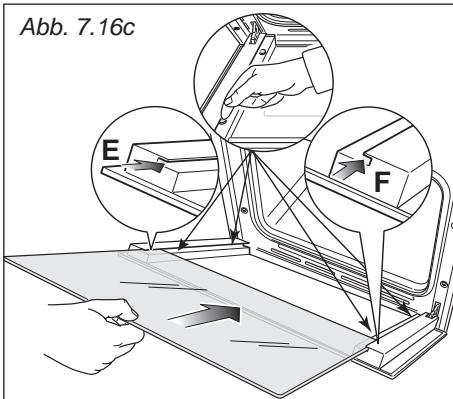
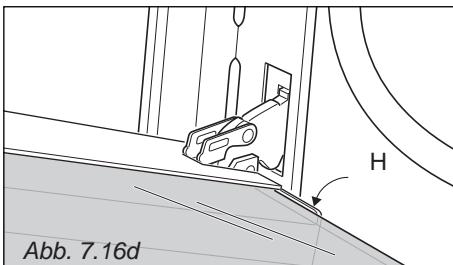

Abb. 7.16c
Abb. 7.16d
- Fügen Sie das Glassegment in den linken "E" und rechten "F" (Abb. 7.16c) Führungsschlitz bis zum Haltwinkel "H" ein (Abb. 7.16d).